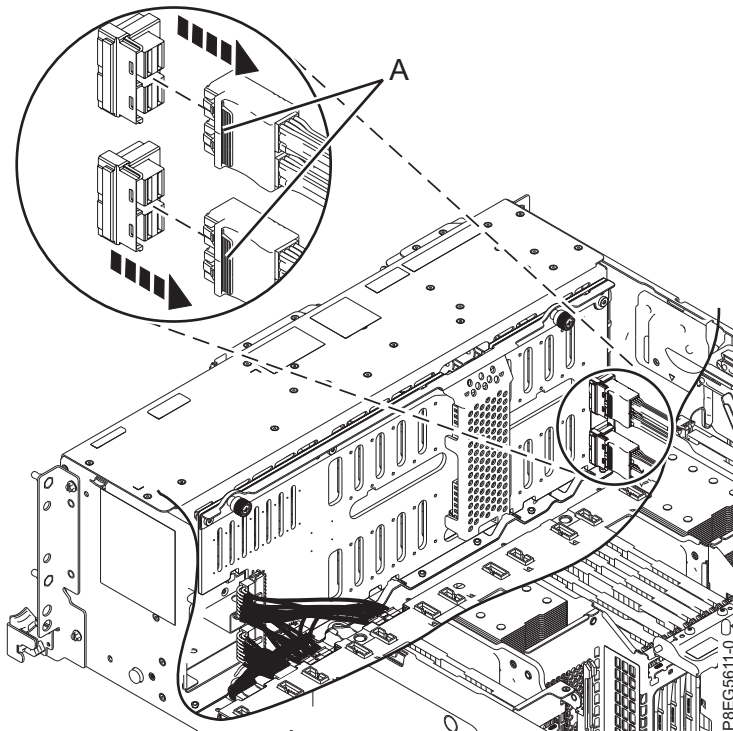

Abbildung 14. Abziehen der vorderen SAS-Kabel
4. Beschriften Sie die vorderen SAS-Kabel und achten Sie dabei darauf, mit welchen Anschlüssen auf der Plattenlaufwerksrückwandplatine und dem internen SAS-RAID-Adapter die Kabel verbunden sind. Ziehen Sie die vorderen SAS-Kabel von der Plattenlaufwerksrückwandplatine ab, indem Sie die Verriegelung (A) drücken und die Kabel abziehen (wie dargestellt in Abb. 14 auf Seite 18).